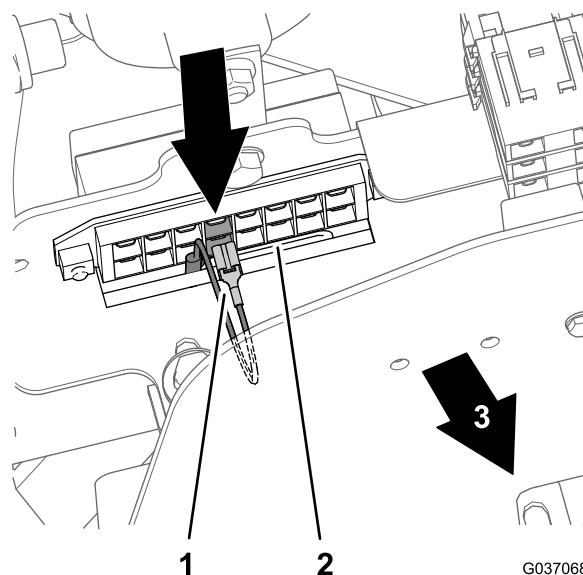

図 35
- モデル 30654、30657、30659 左から 4 番目の位置 図 35。